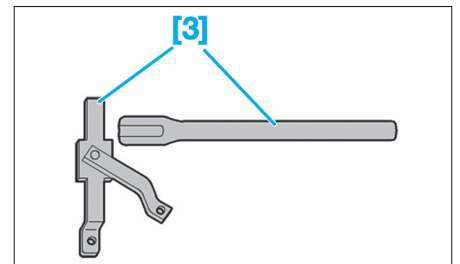

Fig. 20
- [3]. Outil d'immobilisation de moyeu (réf : 6310-T) (Fig.20).